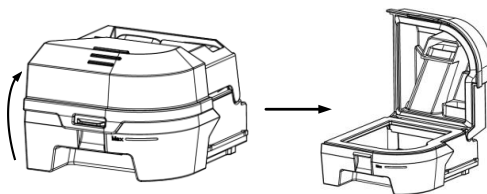

Fig. 16-1
(1) **Abrir la cámara de agua:** Abra la tapa de la cámara de agua, como se muestra en la Fig. 16-1.